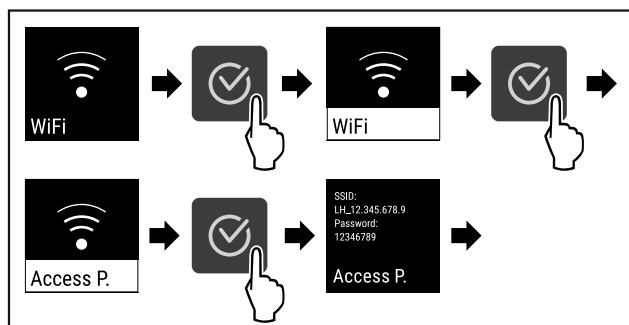

Fig. 74
- ▶ Vykonajte kroky akcie (pozri Fig. 74) .